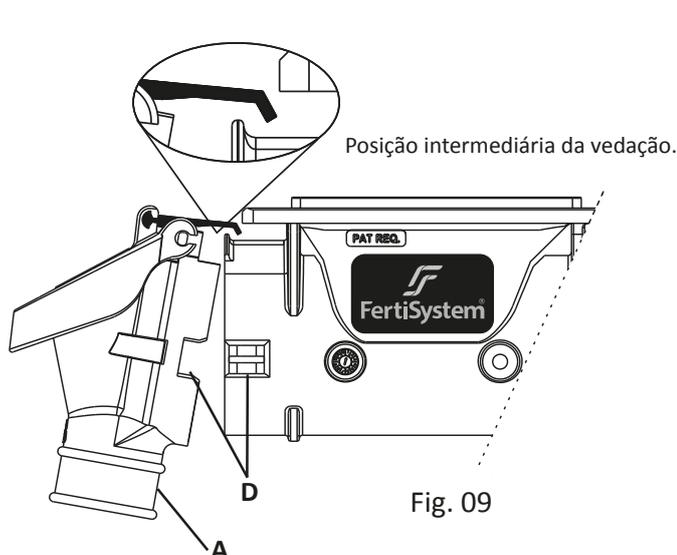
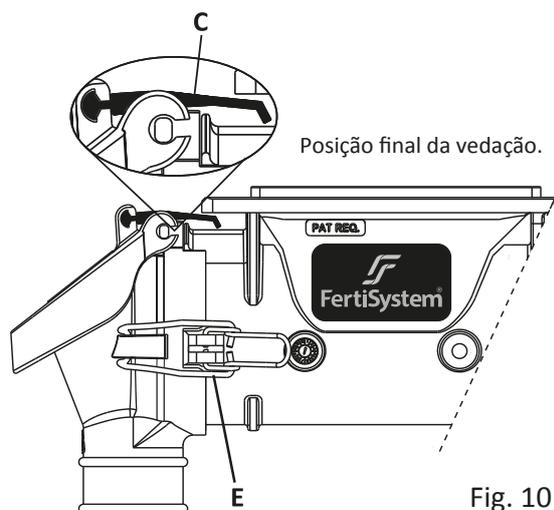

Fig. 09
Fig. 10
Para facilitar o encaixe, incline levemente o Cj. Bocal NG (A) Fig. 09 e direcione aos encaixes (D), em ambos os lados, alinhando-os e fixando-os até o final. Após fixe com Fecho Inox (E), Fig. 10, girando até o travamento final em ambos os lados. Observe a posição final da Vedação (C).